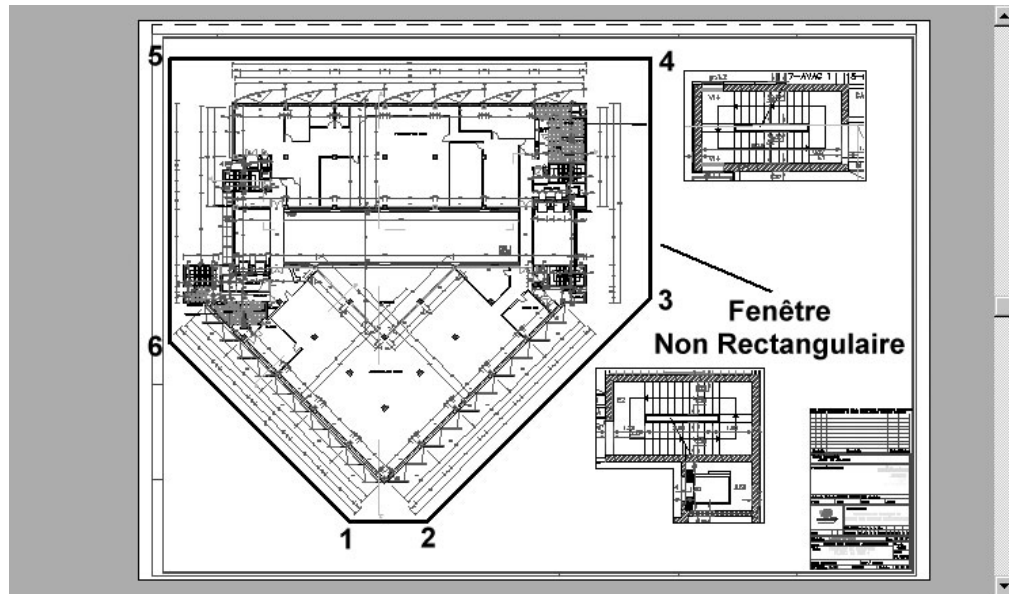

Fig.23.13
- 4 Dessiner le contour sur la feuille de dessin. Fermer éventuellement celui-ci par l'option **Clore** (Close) (fig.23.13).